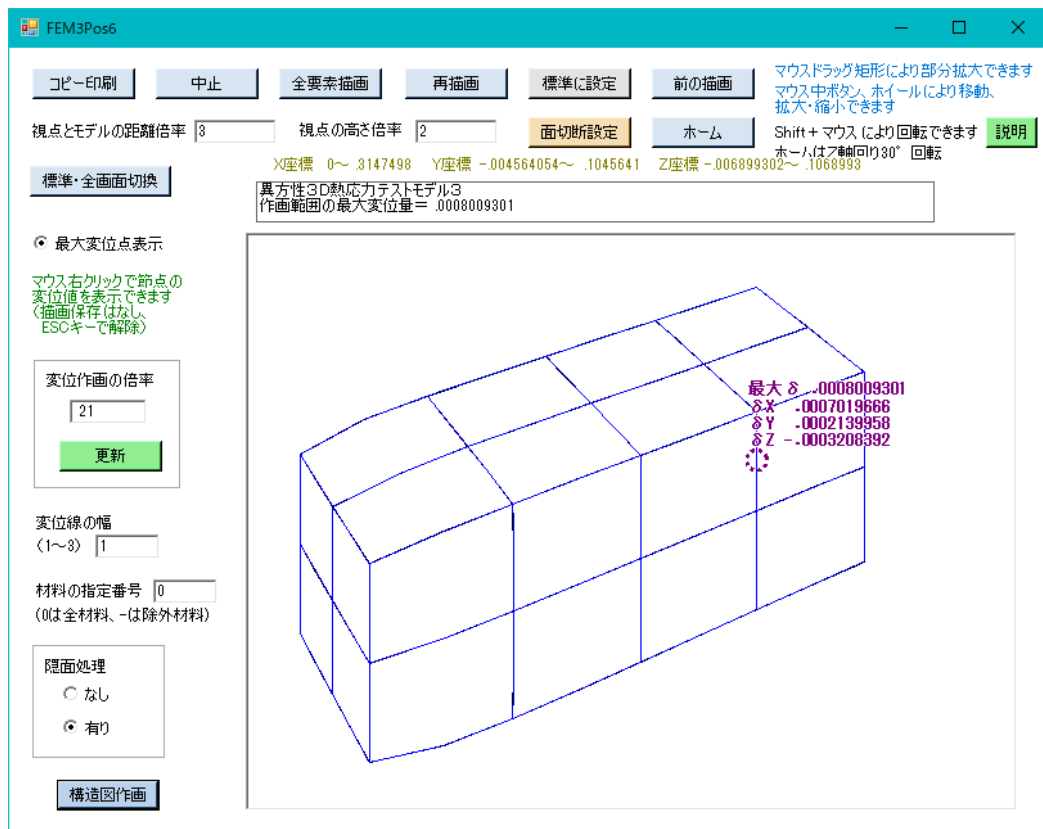
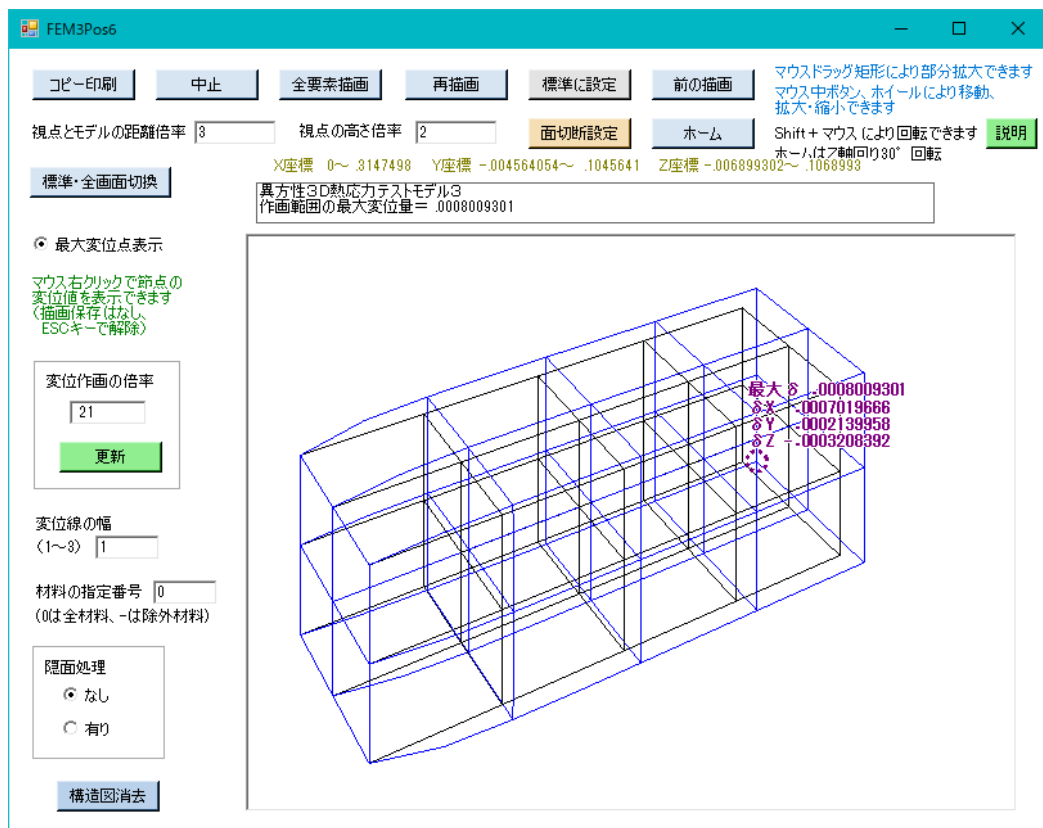

図6-11 変位図の作画画面（隠面処理有り、構造図消去）
図6-12 変位図の作画画面（隠面処理なし）
- ①同画面のように、元の構造図に対して、青色で変位図が表示されています。
- ②本画面の左側の「変位作画の倍率」は、構造寸法に対する変位の作画倍率を示します。本数値を任意に変更して「更新」ボタンをクリックすると、変更が反映されます。
- ③本画面の左側に「変位線の幅」のパラメーターを表示してあり、それを変更できます。変更した後は、「再描画」ボタンをクリックすると作画画面が変更されます。
- ④本画面の左下側の「構造図消去」ボタンをクリックすると、図6-11のように構造図なしの変位図だけになります。同図で「構造図作画」ボタンをクリックすると元の画面に戻ります。
- ⑤本画面の上側に表示されている作画パラメーター、マウสดラッグによる部分拡大、回転操作等は、4.9節の構造図の作画と同じです。
- ◇「隠面処理」の「なし」を選択すると、要素辺がすべてその変位と共に表示されます。図6-12に隠面処理なしの場合の変位図を示します。